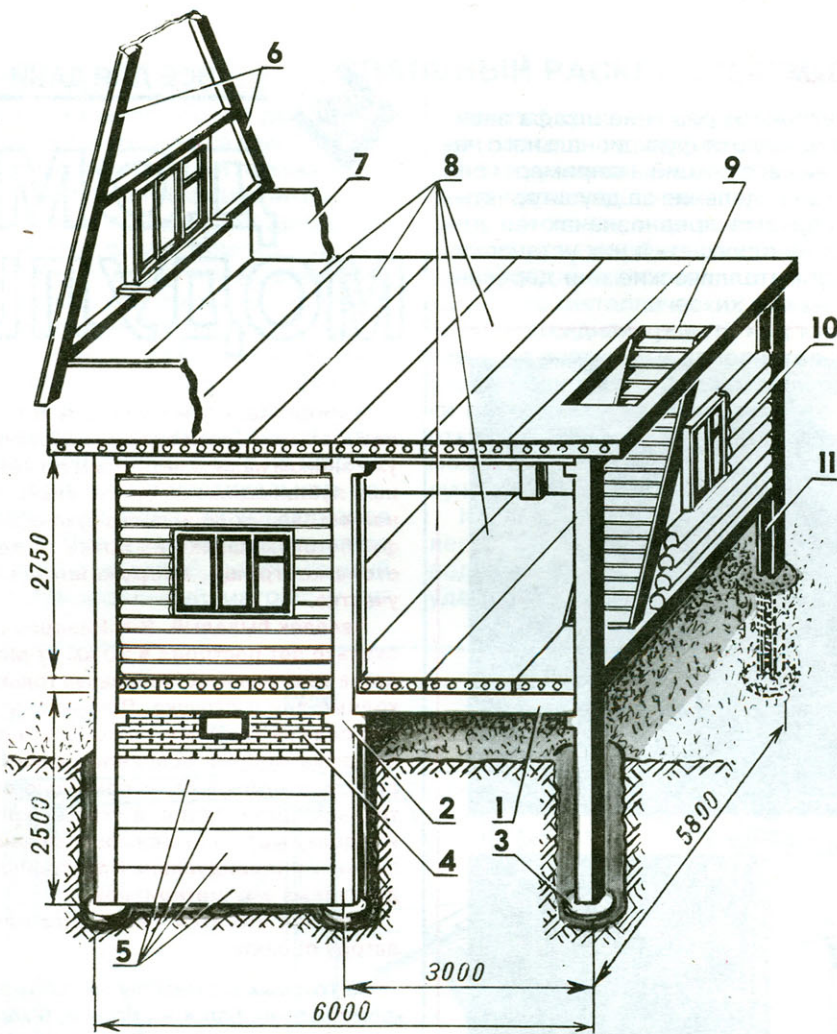

Рис. 1. Индивидуальный каркасный дом:
**Вариант «А».** Представляет собой соединение досок или реек «пласть-пласть», внакладку, с перпендикулярным (рис. 1) или параллельным (рис. 2) расположением кромок стыкуемых